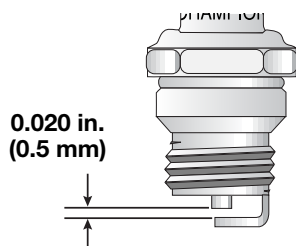

Fig. 33
3. Cambie las bujías que estén rajadas, sucias o deterioradas. Fije la separación de aire a 0,5 mm (0,020 pulgadas) utilizando un calibrador (Fig. 33).